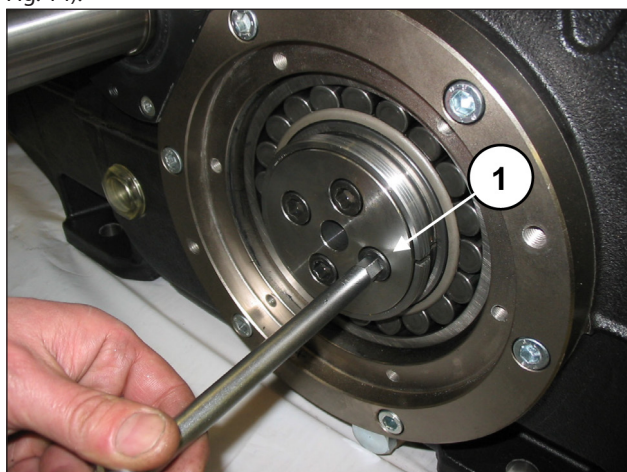
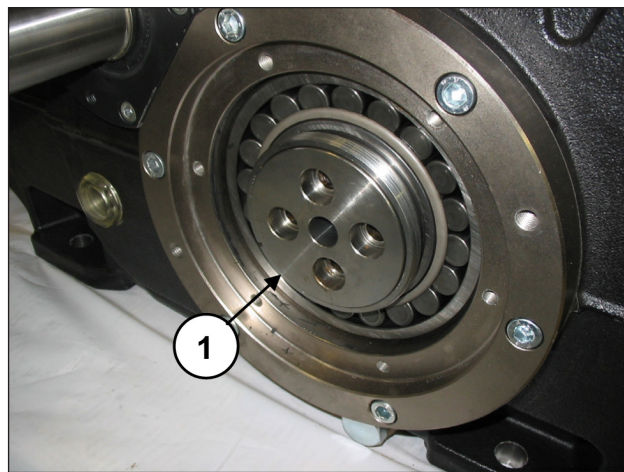

Fig. 13
Fig. 14
Aflojar y extraer los tornillos de fijación de la brida de bloqueo del casquillo, en ambos lados (pos. ①, Fig. 13). No desmontar las bridas de bloqueo del casquillo (pos. ①, Fig. 14).